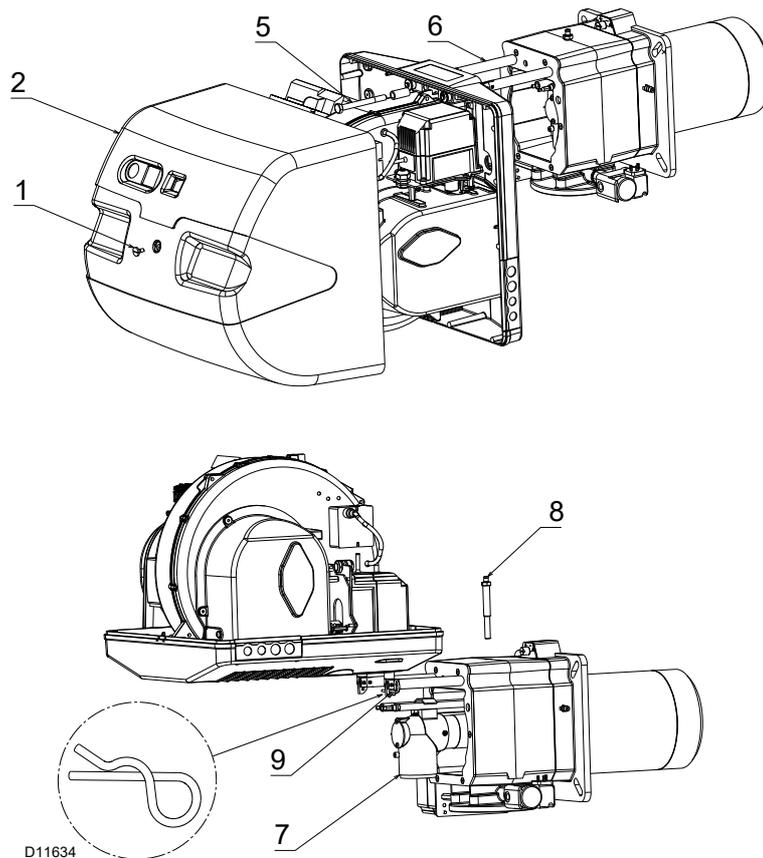

Fig. 40
- Desserrer la vis 1)(Fig. 40) et retirer le capot 2);
- tourner comme sur la Fig. 40 et enfiler la goupille 9) dans le trou de l'un des deux guides, de façon à ce que le brûleur reste sur cette position.
- Enlever la goupille 9)(Fig. 40) et pousser le brûleur jusqu'à environ 100 mm du manchon;